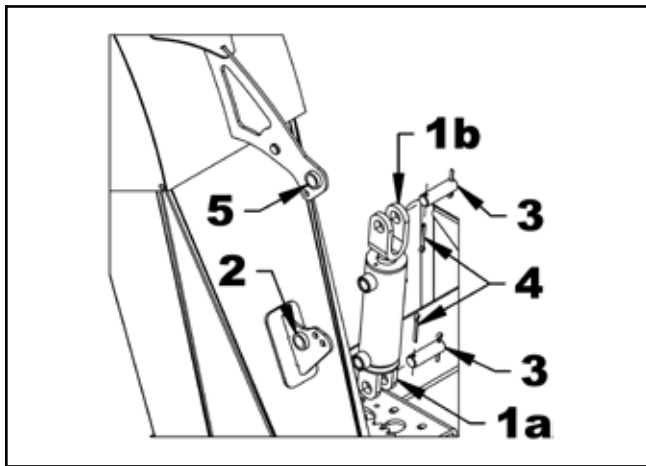

Figure 30. Fixer le cylindre hydraulique
2. Figure 30 : Fixez la base du cylindre (1a) à la base de la goulotte (2) à l'aide de la goupille (3) fournie avec le cylindre et de la goupille fendue (4). Fixez l'extrémité de la tige du cylindre (1b) au déflecteur (rep. 5) à l'aide de la goupille (rep. 3) fournie avec le cylindre et de la goupille fendue (rep. 4).